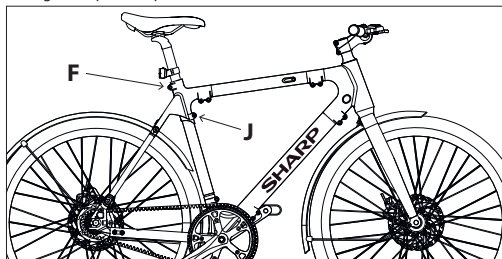

Figura 3-1
- Afrouxe os parafusos [F] e [J] numa direção anti-horária com uma chave Allen de 5 mm, insira o espigão do selim no quadro, conforme mostrado em [Figura 3-1].